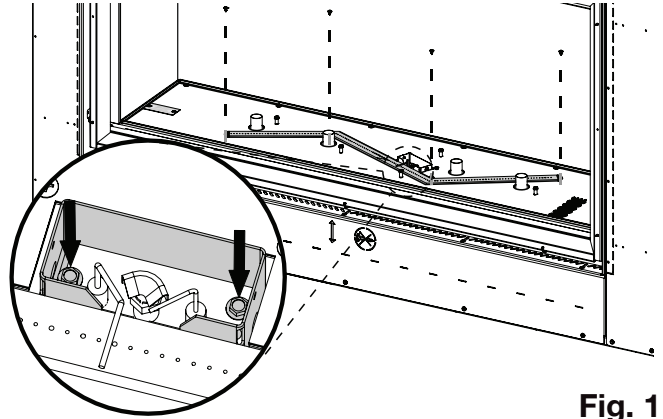

Fig. 1
5. Desserrer les vis de fixation de l'écran de la veilleuse (**Fig. 1**).